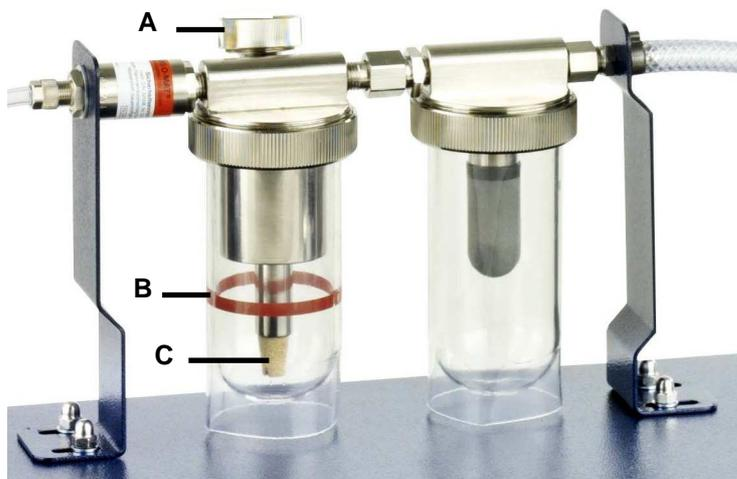

Bild 5.4. Verdampferglas im Betriebszustand
1. Öffnen Sie die Verschlusskappe des Verdampferglases (siehe Bild 5.4.A.).
3. Verdampferflüssigkeit vorsichtig bis maximal zur roten Füllstandsmarkierung des Verdampferglases einfüllen (siehe Bild 5.4.B.).